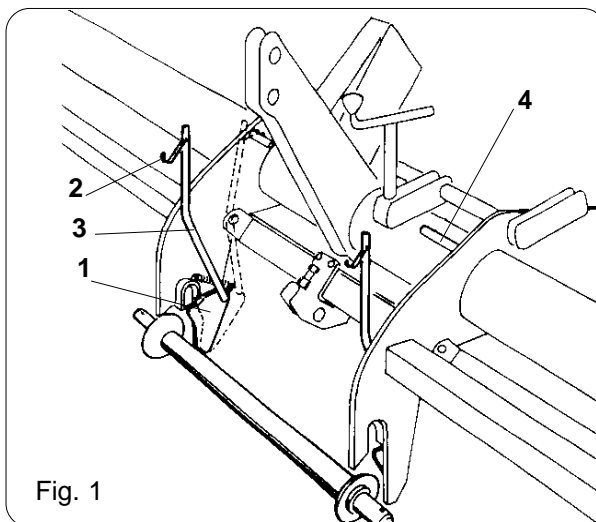

Fig. 1
Per sganciarla, in posizione sollevata, è necessario aprire le due eccentriche (1) fissando il meccanismo di serraggio (2) della leva di comando (3) all'asse con diametro di 16 mm (4). (fig. 1)
To unhook, while hoisted release the two cams (1) that hold the control lever (3) locking mechanism (2) to the 16mm. diameter shaft (4). (Fig. 1)